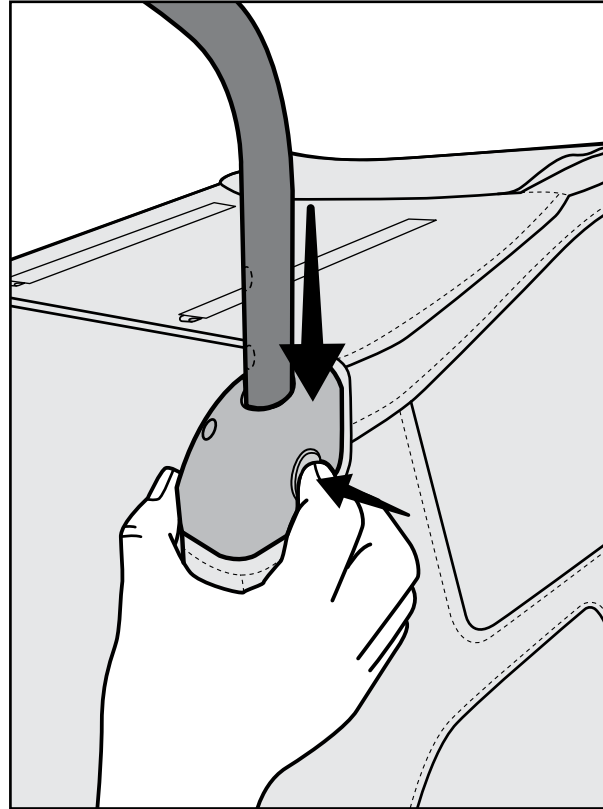

Figure 22
1. Insérez le guidon dans le récepteur, appuyez sur les deux boutons jaunes du récepteur du guidon et insérez le guidon au-delà des boutons. (Figure 22)
2. Relâchez les boutons et faites glisser le guidon jusqu'à ce qu'il s'enclenche. (Figure 22)
3. Le guidon dispose de deux réglages de hauteur. Appuyez sur chaque bouton du récepteur du guidon afin de faire glisser le guidon à la position souhaitée (Figure 22). Assurez-vous que les deux côtés du guidon sont à la même hauteur.